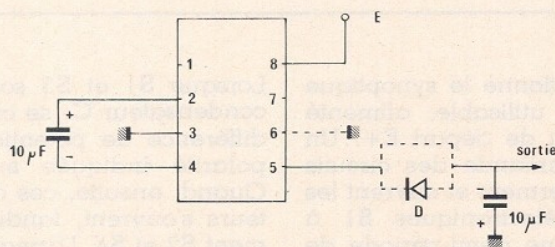
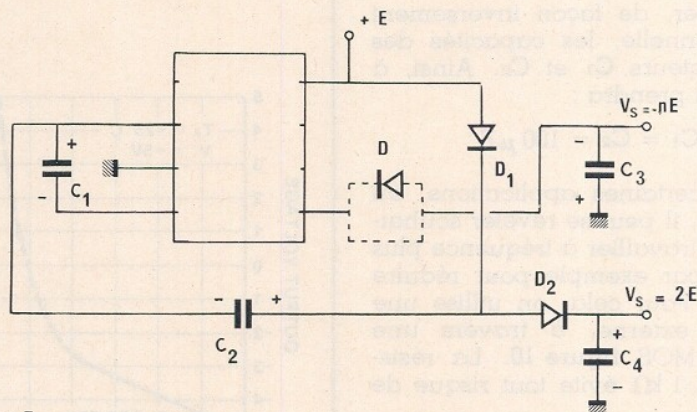

Figure 4
Figure 7
Enfin, dans le cas de tensions ou de températures élevées, une diode D doit être connectée en série avec la borne 5, ainsi que le montre le schéma de la figure 4. Ceci réduit la tension de sortie d'environ 0,6 volt.
La première application est celle du simple miroir de tension, et fait appel au circuit de la figure 4. Rappelons que, dans ce cas, la diode D ne s'impose que si la tension d'alimentation approche les 10 volts. Le schéma est applicable de 1,5 à 10 volts. Pour des tensions inférieures à 3,5 volts, on pensera à mettre la borne 6 (LV) à la masse.
Il est possible, enfin, de cumuler les fonctions remplies par les schémas des figures 4 et 6, c'est-à-dire d'obtenir, simultanément, une tension négative « miroir » de la tension d'alimentation, et une tension positive qui lui soit supérieure. Par exemple, à partir du +5 volts existant dans un montage, on pourra élaborer -5 volts, et +9 volts. Ce résultat s'obtient par le circuit de la figure 7.